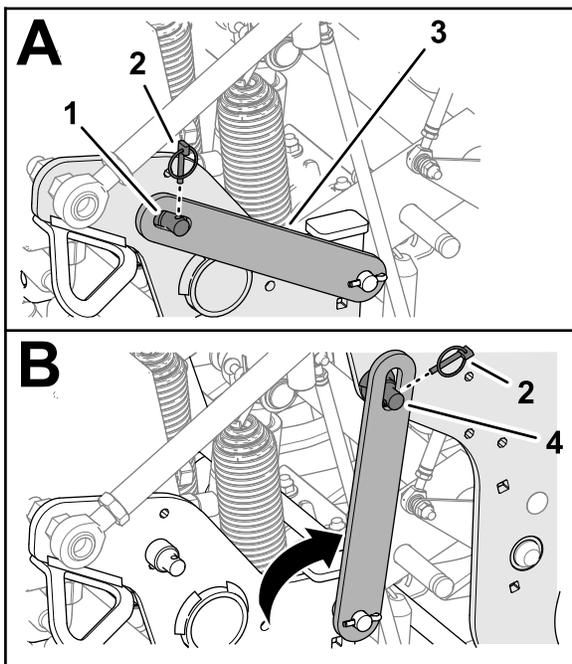

Bild 111
4. Entfernen Sie den Klappstecker, mit dem der Wartungsriegel an der Seitenplatte befestigt ist (Bild 111).